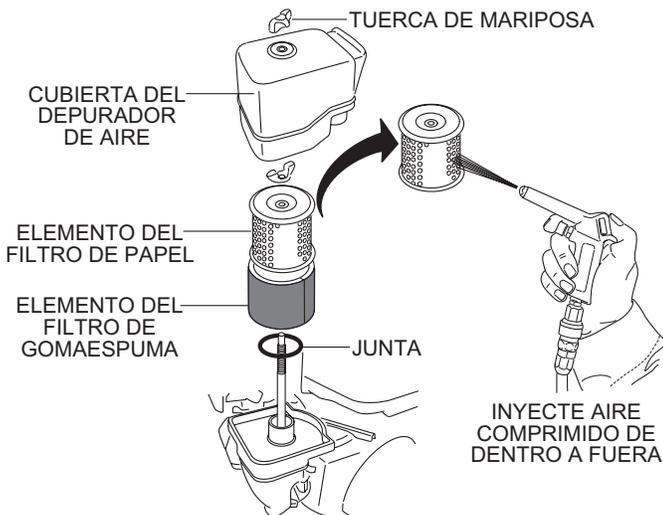

Figura 26. Filtro del aire del motor
El motor GX200UT2SCM de Honda está equipado con un elemento de depurador de aire de papel de alta densidad reemplazable. Vea en la (Figura 26) los componentes del depurador de aire.
2. Inyecte aire comprimido (Figura 27) por la cubierta del depurador de aire según se muestra en (Figura 26). Limpie el interior de la cubierta del filtro de aire con agua jabonosa templada o disolvente ininflamable. Enjuague y seque por completo.